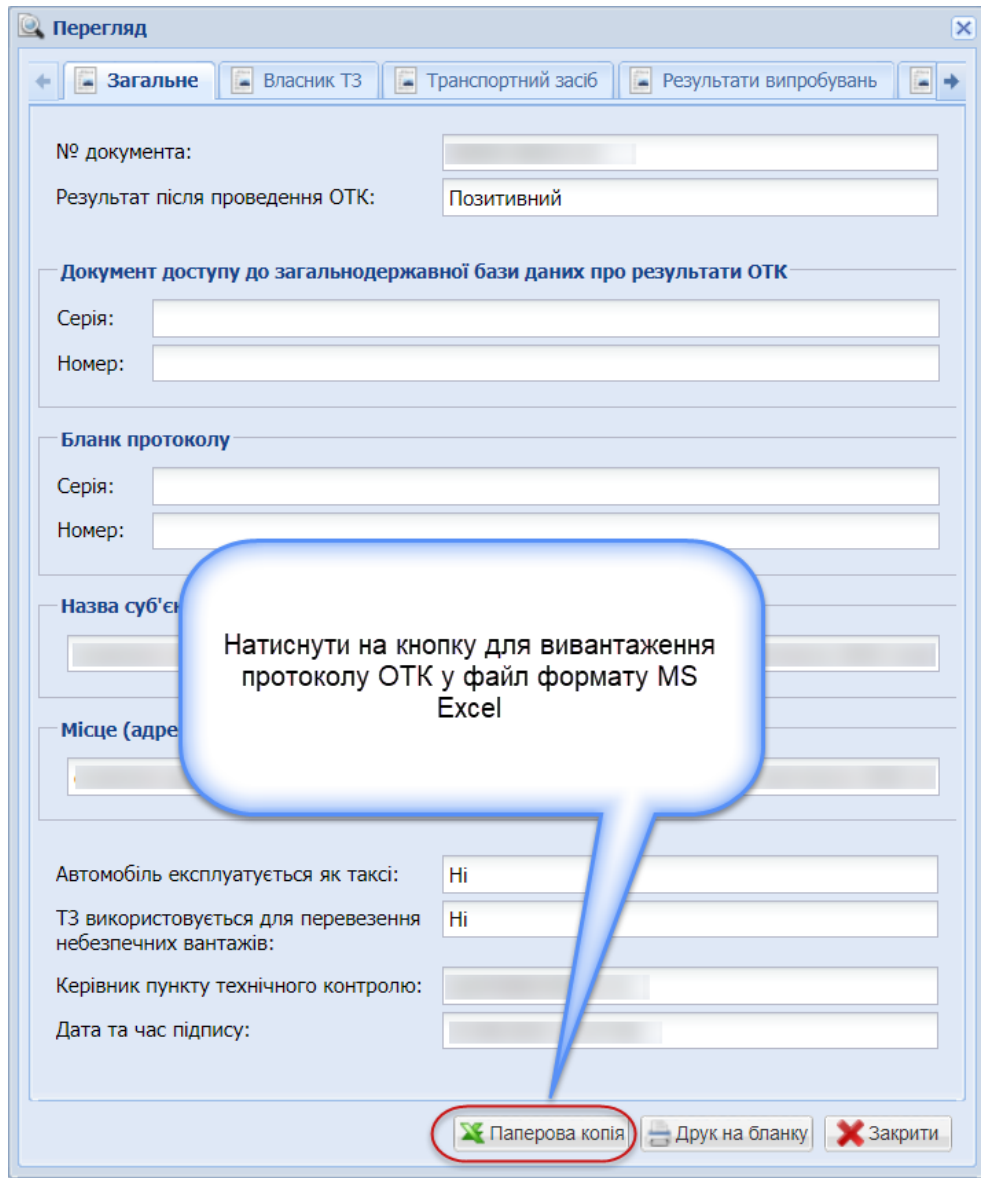

Рисунок 3.86
- у вікні **Перегляд**, що автоматично відкрилося після підписання протоколу ОТК (див. пп. 3.5.7.1), натиснути кнопку **Паперова копія** (рис. 3.86);